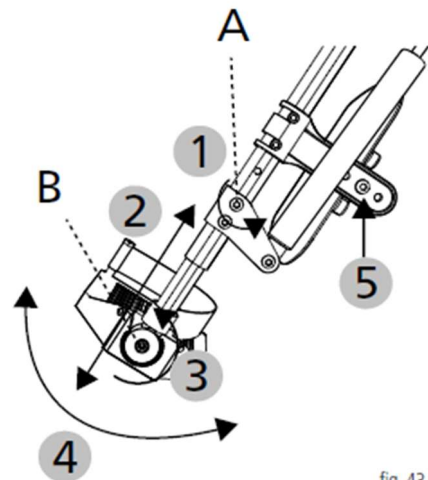
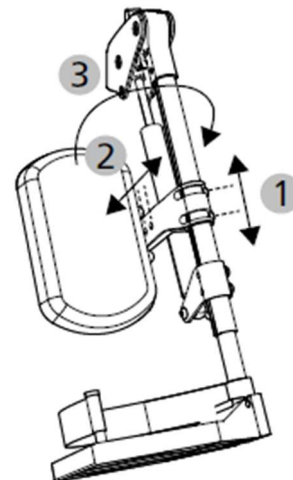

fig. 43
fig. 44
La almohadilla de la pantorrilla debe instalarse antes de usarla por primera vez. Utilice el tornillo Allen de 5 mm y la tuerca adjuntos e instáloselos en el orificio de la tercera posición del soporte de la almohadilla para las pantorrillas (véase 5, fig. 43/ fig. 44 s. 36/37).
1. Para ajustar la longitud, afloje el tornillo Allen 4 mm (A, fig. 43) dando algunas vueltas (1, fig. 43), pero no lo afloje del todo.
2. A continuación, tire/deslice el reposapiés hasta la longitud deseada (2, fig. 43). Preste atención a la separación mínima de 40 mm entre el reposapiés y el suelo.
3. Para fijarlo, apriete de nuevo el tornillo (A, fig. 43). Asegúrese de que el tornillo encaje en el carro interior.
3. Vuelva a insertar la placa para pies en el ángulo deseado (4, fig. 43).
1. Afloje los 2 tornillos Allen de 5 mm del soporte para ajustar la altura. Tras el ajuste, fije de nuevo los tornillos en el patrón de orificios en pasos de 30 mm (1, fig. 44).
2. Afloje el tornillo de cabeza cilíndrica 5 mm para ajustar la profundidad. Tras el ajuste, fije los tornillos de nuevo en el patrón de taladros en pasos de 20 mm (2, fig. 44).
La almohadilla de la pantorrilla se puede girar hacia fuera con el soporte para aliviar la pantorrilla y dar más espacio a la pierna (3, fig. 44).